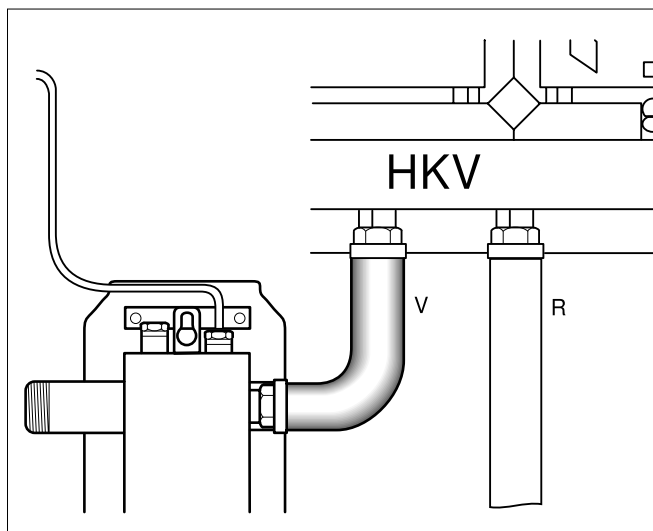

Fig. 8 Tubo di mandata
- Avvitare il dado di raccordo del tubo di mandata (fig. 8, pos. V) con guarnizione piatta alla mandata del collettore di distribuzione del circuito di riscaldamento (collegamento intermedio).